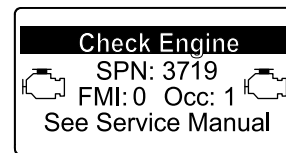

Figura 58
- Si es necesario realizar una regeneración de recuperación, el InfoCenter muestra la advertencia del motor SPN 3719, FMI 16 (Figura 58) y el ordenador del motor reduce la potencia del motor al 85 %.